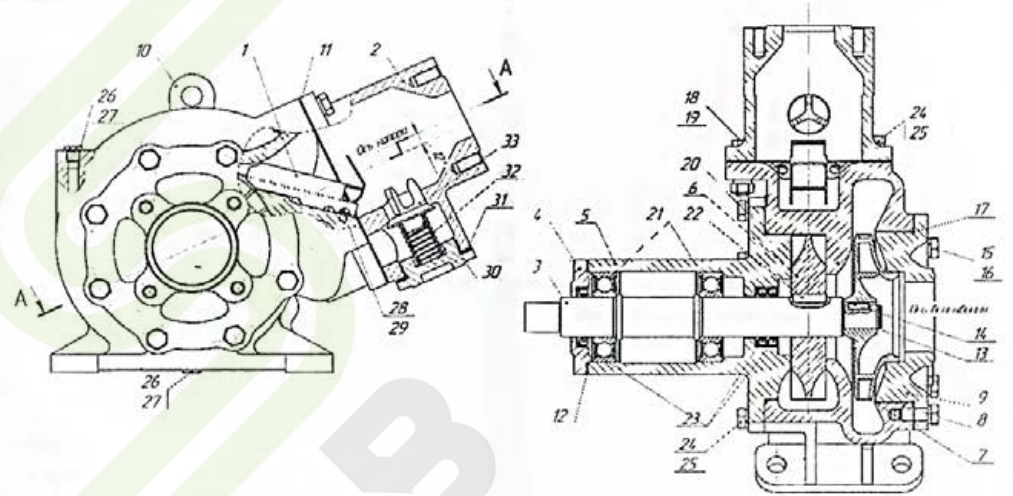

Рис.3 Перечень основных узлов и деталей насоса.
3.1 В состав насоса входят составные узлы и детали, перечень которых приведен на Рис. 3
4.2 Насос типа СЦД (рис.3) самовсасывающий центробежно-лопастной имеет две ступени. Первая ступень - центробежная, вторая вихревая. Центробежное колесо 7 сидит на валу 3 с лопастным колесом 6. Колеса насоса консольно посажены на вал, запаяющийся в шарикоподшипниках 4, установленных в кронштейне 5. Центробежное колесо стопорится на валу кольцом 13. Центробежное колесо насоса уплотнением сидит в расточку крышки всасывания 9. Рабочая полость насоса отделяется от полости подшипников двумя манжетами из маслобензостойкой резины 23, такое же уплотнение оставлено на выходном конце вала. В модификации насоса (Г) установлено торцовое уплотнение. К корпусу насоса крепится на четырех болтах колпак 2. К корпусу под каплом двумя винтами крепится отсекатель 1, для обеспечения самовсасывания в начале работы. В колпаке находится перепускной клапан 33 с пружиной 32, доступ к которому имеется, если отвернуть заглушку 30 на напорном патрубке. Перепускной клапан предназначен для защиты от механического разрушения насоса избыточным давлением (свыше 4 атм.). При повышении давления клапан открывается, и рабочая жидкость циркулирует в рабочей камере насоса.